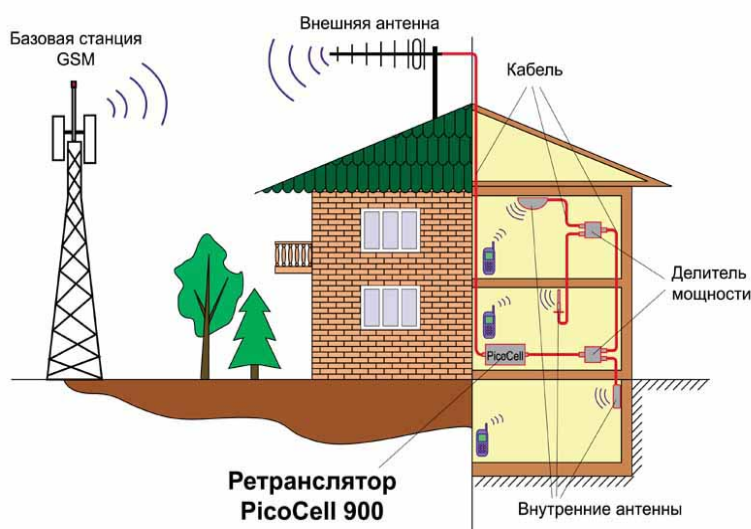

Рисунок 1. Пример системы с ретранслятором PicoCell 900 SXA.
3. Присоедините разъемы кабелей от антенн к соответствующим разъемам ретранслятора (см. рис.1). Внутренние поверхности ВЧ разъемов должны быть чистыми. В случае попадания пыли или влаги внутрь ВЧ разъемов следует перед соединением протереть их ветошью или ватным тампоном, смоченными чистым спиртом и высушить.